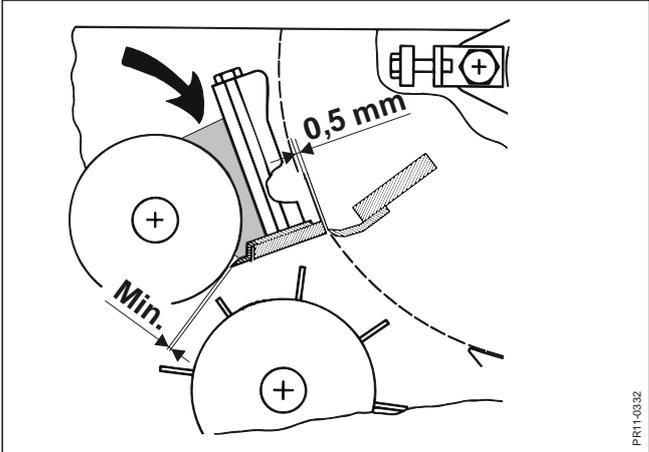

Fig. 4.4
**Fig. 4.4** Dans certaines conditions, du fourrage (petites particules) peut s'accumuler dans la zone hachurée et entraîner une surcharge de la transmission. Vérifier cette zone toutes les 8 heures et enlever les restes de fourrage si nécessaire. Vérifier, et régler si nécessaire, la distance entre le racloir et le rouleau lisse. Quand la machine a travaillé dans toutes conditions, il n'est plus nécessaire de vérifier si souvent.